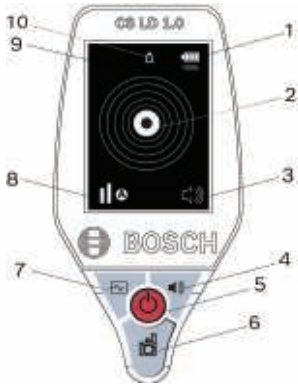

Fig. 1.1 : HMI Vue du CS LD 1.0
Une fois que l'appareil a terminé son cycle de préchauffage, il sélectionne par défaut la sensibilité moyenne et le mode automatique (voir pos. 8, Fig. 1.1). Pour régler la sensibilité, appuyer sur la touche de sensibilité (pos. 6, Fig. 1.1) une fois pour choisir la haute sensibilité (trois barres) et une autre fois pour choisir la basse sensibilité (une barre). En appuyant une troisième fois, on retourne à une sensibilité moyenne.
Pour accéder au mode traçage des fuites, appuyer sur la touche du graphique pos. 7, Fig 1.1. Ce mode permet à l'utilisateur de repérer avec précision les petites fuites. Le "curseur" se déplacera de gauche à droite en suivant la sortie de la sonde. L'axe horizontal du graphique (axe des x) représente une ligne de temps de 0 à 8 secondes ; l'axe vertical (axe des y) indique le changement d'intensité du signal.